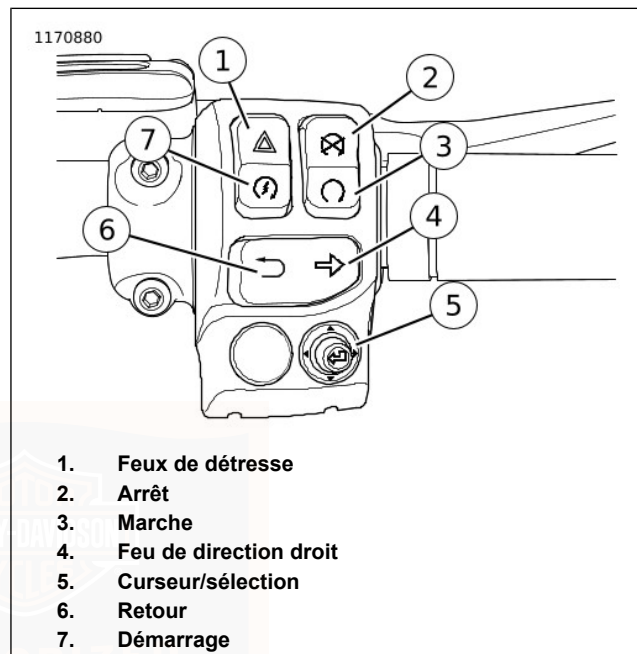

Figure 45. Module de commutateur droit du guidon (typique)
2. Voir Figure 45. En présence du porte-clés de sécurité, mettre le commutateur MARCHE/ARRÊT en position MARCHE.